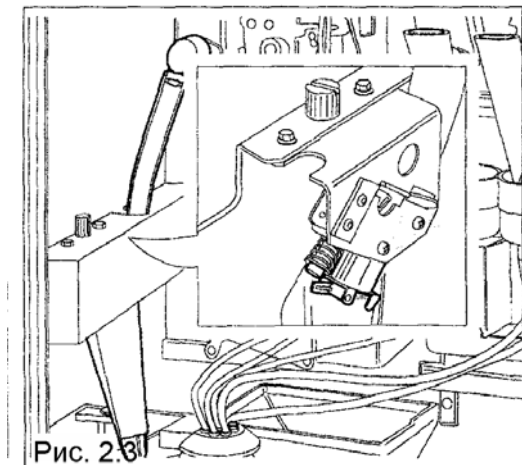

Рис. 2.3
2. Редукторный двигатель активируется, и с помощью кулачка выполняет перемещение желоба для продуктов, вынуждая сахар высыпаться в стаканчик (рис. 2.3).